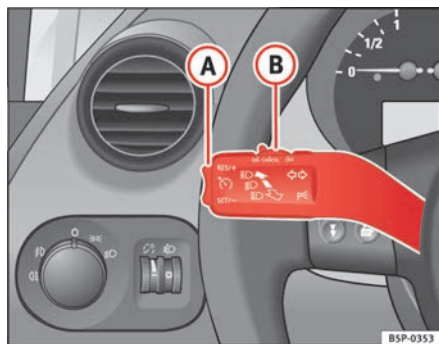

Fig. 147 Palanca de intermitentes y de luz de carretera: mando y tecla basculante para el regulador de velocidad
- Presione la parte superior de la tecla basculante **RES/+** ⇒ fig. 147 **A** para aumentar la velocidad. El vehículo acelerará mientras mantenga la tecla presionada. Al soltar la tecla quedará memorizada la nueva velocidad.
Si se reduce la velocidad programada pisando el pedal del freno, se desactiva el regulador de velocidad. Si quiere activar de nuevo el regulador, bastará con presionar una vez la parte superior de la tecla basculante **RES/+** ⇒ fig. 147 **A**.